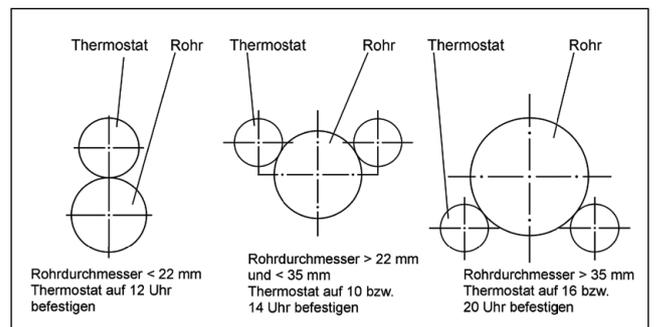

Abb. 11.7
8. Befestigen Sie das Thermostat des Expansionsventils (Abb. 11.7). Seine Lage ist von dem Durchmesser der Saugleitung abhängig. Es wird empfohlen, es auf einen Horizontalabschnitt der Saugleitung, entfernt von jeglichen Wärmequellen, zu platzieren. Das Thermostat sollte so nah wie möglich am Austrittskollektor des Luftkühlers, und unbedingt oberhalb der Rohrflussschleife installiert werden. Das Thermostat muss von dem externen Zustrom der Wärme isoliert werden.